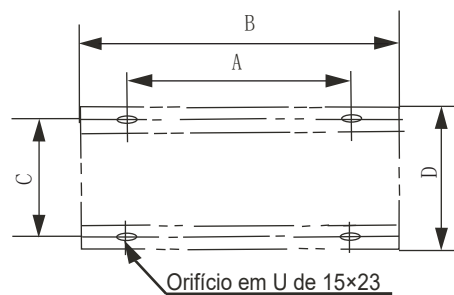

Figura 12
- Para garantir que todos os pontos de contato fiquem uniformemente firmes, as bases devem estar totalmente niveladas. O projeto da base deve garantir que os pontos nas bases da unidade projetados para suportar o peso estejam totalmente sustentados. Os espaçamentos dos parafusos devem seguir os especificados na Figura 12 e na Tabela 4.